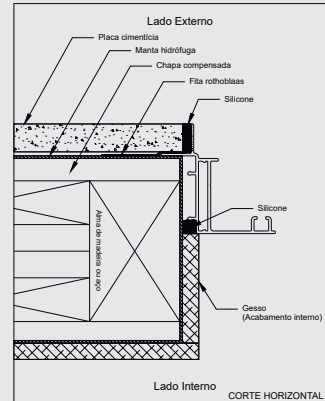

Figura 19 - Vão acabado em Wood/Steel Frame
- f) Após a fixação da esquadria ao vão, realizar a colagem da fita **rothoblaas** em todo perímetro externo, iniciando sobre a aba da esquadria (Conforme Figura 19).
- g) Aplicar material vedante (resina acrílica a base de água) entre a placa cimentícia e aba da esquadria, e no ambiente interno entre o gesso e a esquadria (Conforme Figura 19).
- h) Aplicar o gesso (acabamento interno) encostando até a face da esquadria (Conforme Figura 19).